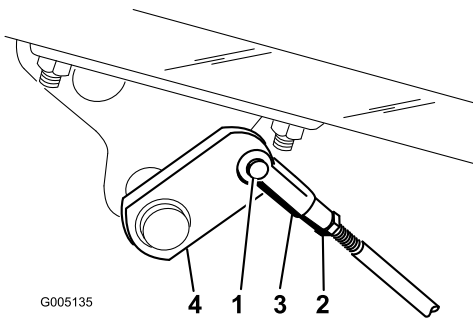

Figura 57
2. Si los frenos no se bloquean en la misma medida, desconecte las varillas de los frenos retirando el pasador y la chaveta (Figura 57).
3. Afloje la contratuerca y ajuste la horquilla (Figura 57).
4. Monte la horquilla en el eje del freno (Figura 57).